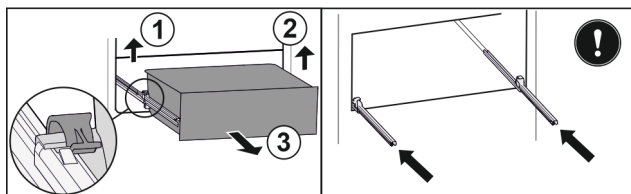

Fig. 43
- Podnieść lewy zacisk i wysunąć jednocześnie szufladę po lewej do przodu. Fig. 43 (1)
- Podnieść prawy zacisk i wysunąć jednocześnie szufladę po prawej do przodu. Fig. 43 (2)
- ▶ Wyjąć szufladę do przodu. *Fig. 43 (3)*